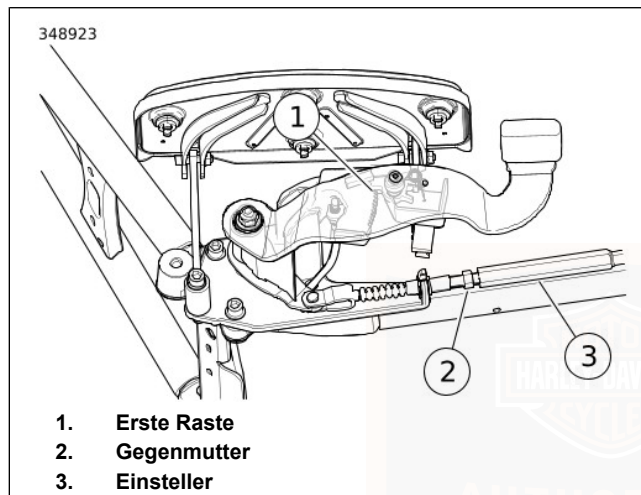

Abbildung 133. Einstellung der Feststellbremse
3. Siehe Abbildung 133. Die Manschette zurückziehen. Gegenmutter lockern.